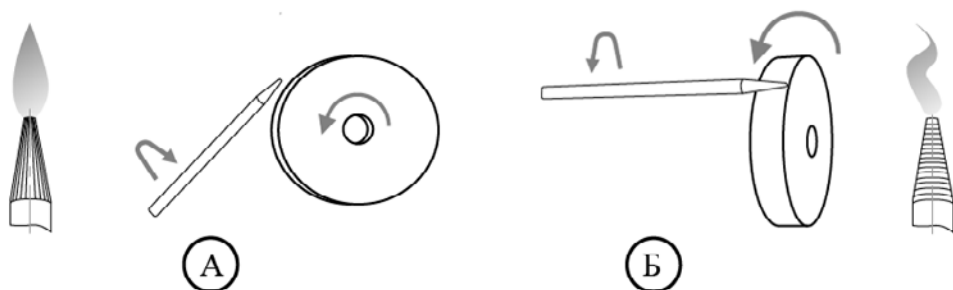

Рис. 14.6. Пример заточки вольфрамового электрода.
**Особое значение следует уделить правильности заточки вольфрамового электрода, т.к. это влияет на качество и форму сварного шва (См. рис. 14.6, 14.7).**